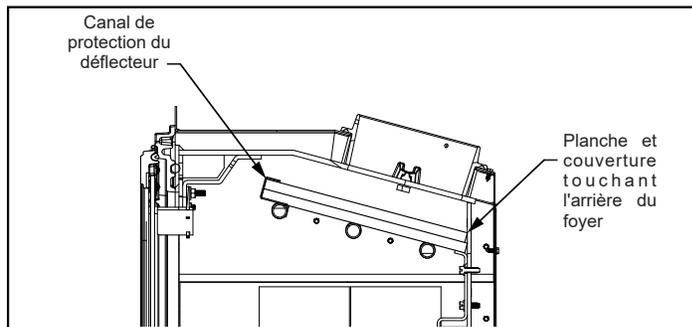

Figure 13.1
1. Veillez à ce que le déflecteur et la laine céramique sont correctement placés. Ils doivent être à égalité du tube avant et reposer sur tous les tubes (**Figure 13.1** et **Figure 13.2**).